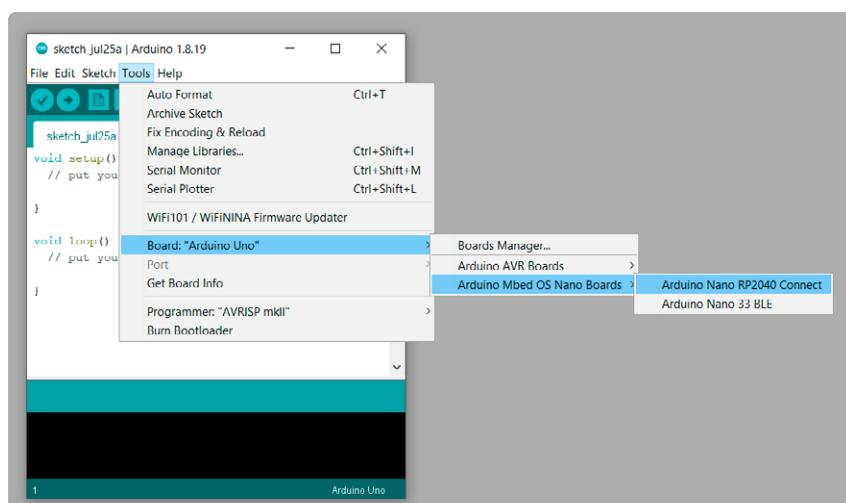

Figure 4. Avant d'essayer de télécharger quoi que ce soit sur la carte, assurez-vous de sélectionner la bonne carte (et son port série !).
3. Dans l'EDI, sélectionnez la carte Arduino Nano RP2040 Connect - voir **figure 4** (Outils → Type de carte → Arduino Mbed OS Nano Boards → Arduino Nano RP2040 Connect).